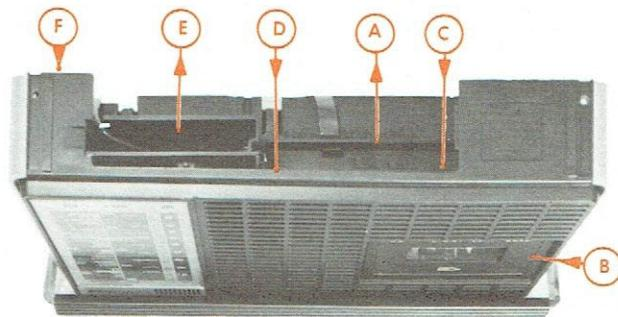

Fig. 2
- 2° - Sortir le cordon secteur de son logement (E).
- 3° - Enlever les vis (4) et (7).
- 4° - Basculer la poignée (13) sur la façade.
- 5° - Tenir l'appareil debout sur ses touches de commande (Fig. 2).
- 6° - Maintenir de la main gauche le bord du châssis au point (A).
- 7° - Poser le pouce de la main droite sur le volet porte-cassettes (B) et l'index sur le bord du coffret au point (C).
- 8° - Exercer une traction dans le sens des flèches (A), (B) et (C) pour dégager le côté droit du châssis.
- 9° - Saisir de la main droite le bord de la façade au point (D).
- 10° - Introduire les 4 doigts de la main gauche dans le logement du cordon secteur (E) et poser le pouce sur le point (F) du coffret.
- 11° - Tirer fortement dans le sens des flèches (D), (E) et (F) pour libérer le côté gauche du châssis.